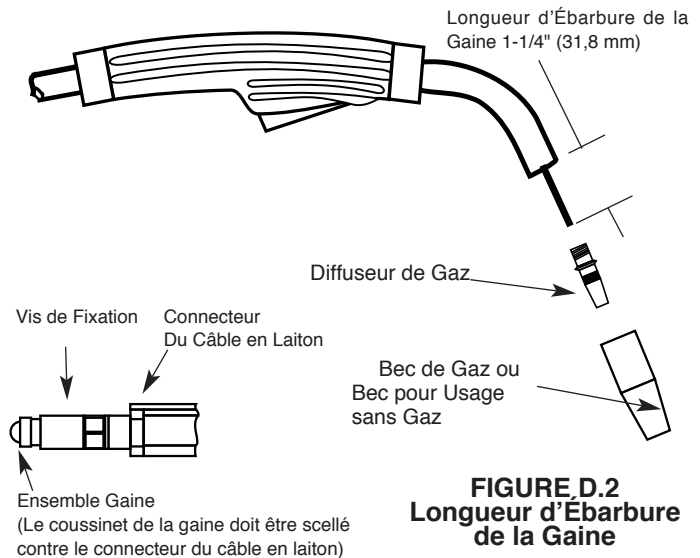

FIGURE D.2
AVERTISSEMENT: La variation des longueurs de câble empêche l'interchangeabilité des gainés. Une fois qu'une gaine a été coupée pour un pistolet particulier, elle ne doit pas être installée sur un autre pistolet à moins qu'elle ne corresponde aux exigences de longueur de coupe de la gaine. Se reporter à la Figure D.2.
7. Avec le bec de gaz et le diffuseur retirés du tube du pistolet, s'assurer que le câble soit droit, puis ébarber la gaine à la longueur illustrée sur la Figure D.2. Retirer toute ébarbure de l'extrémité de la gaine..